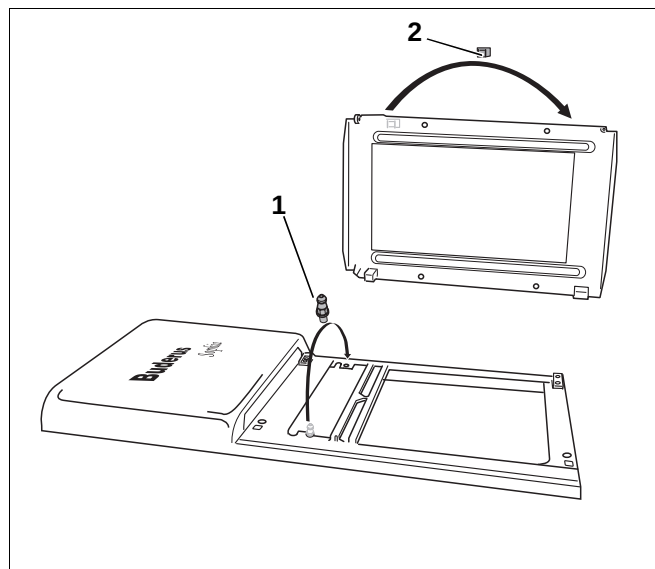

Abb. 27 Anschlag der Vortür wechseln
- Kugelbolzen zum Verschließen der Vortür (Abb. 27, **Pos. 1**) an der Frontplatte lösen.
- Schließfeld (Abb. 27, **Pos. 2**) oben von der Tür abschrauben.
- Schließfeld (Abb. 27, **Pos. 2**) unten an der Tür anbringen.